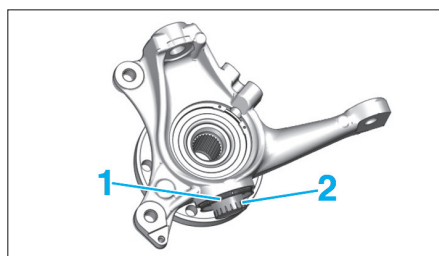

Fig. 24
- Le joint (1) (Fig.24),
- La bague intérieure (2) à l'aide de l'outil [1].